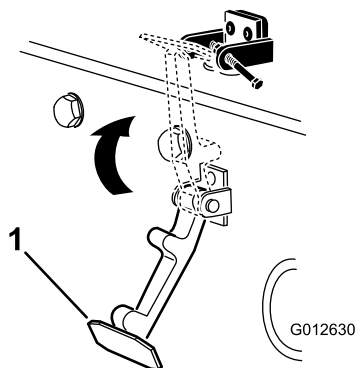

**Рисунок 16**
7. Вверните болт в другой рычаг кронштейна фиксатора капота для блокировки фиксатора в надлежащем положении (Рисунок 16).